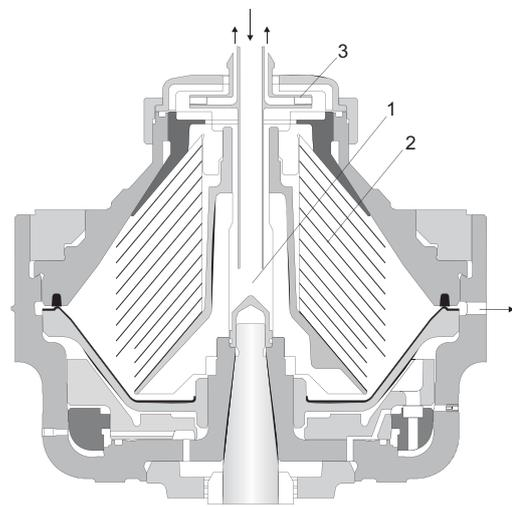

Fig. 1 Principe du bol
La géométrie spéciale du bol (Fig. 1) assure une accélération plus faible pour les agglomérats et particules sensibles au cisaillement (1). Combinées à une nouvelle conception à assiettes brevetée (2), ces améliorations conséquentes de la dynamique des fluides conduisent à une efficacité maximum de la séparation, tout en réduisant la consommation d'énergie. Le nouveau modèle de turbine centrifète (3) assure une prise d'oxygène minimale, et évite les pertes d'arômes volatils ou de CO2. CLARA 80 est également disponible en version hermétiquement étanche, grâce à un mécanisme de joint qui permet de clarifier les vins pétillants sous pression.